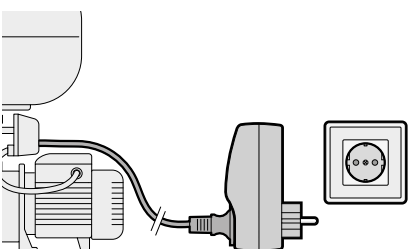

Abb. 2
- ✗ Das Netzkabel der Elektropumpe aus der Steckdose ziehen, den Ausgabepunkt offen lassen und die Anlage vollständig entleeren (**Abb. 2**).
- ✗ Den Stecker des Versorgungskabels der Elektropumpe in das EP-Gerät einsetzen (**Abb. 2**).